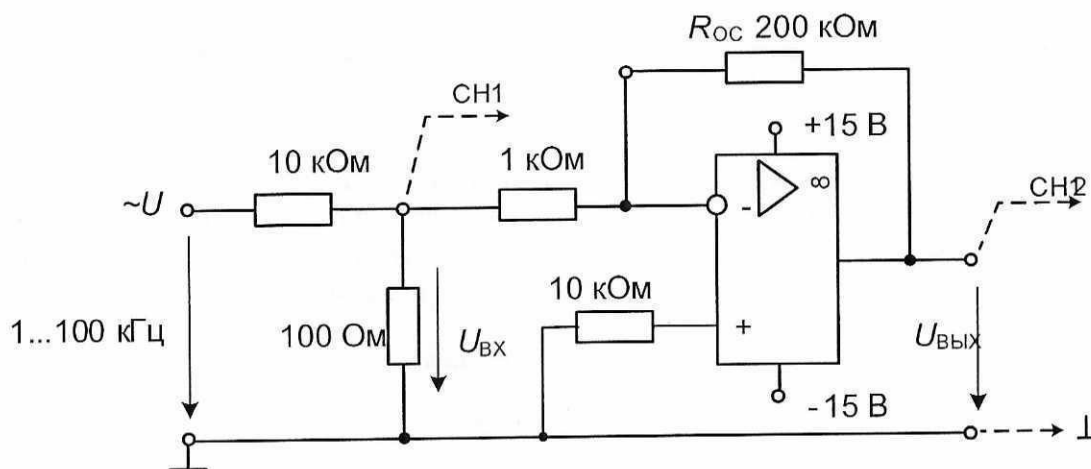

Рис. 3.6.3
- Установите модуль ОАЭ-М8 в наборную панель и соберите цепь согласно принципиальной схеме (рис.3.6.3) Делитель напряжения на входе цепи (резисторах 10 кОм и 100 Ом) необходим для удобства регулирования малых входных напряжений. Сопротивление обратной связи (R_{OC}) сначала равно 200 кОм, что соответствует коэффициенту усиления 200. *Впоследствии к нему присоедините параллельно ещё 200 кОм, чтобы получить $R_{OC}=100$ кОм.*